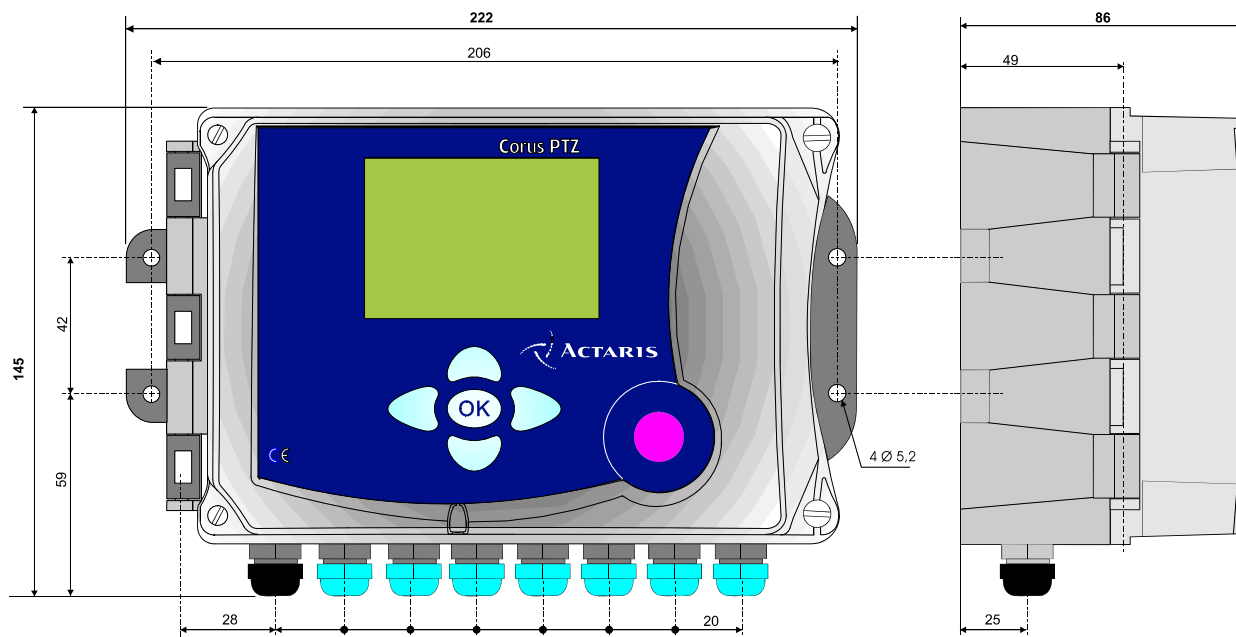

Рис. 1. Габаритные размеры корректора
2.12. Габаритные и присоединительные размеры корректора приведены на рис. 1.